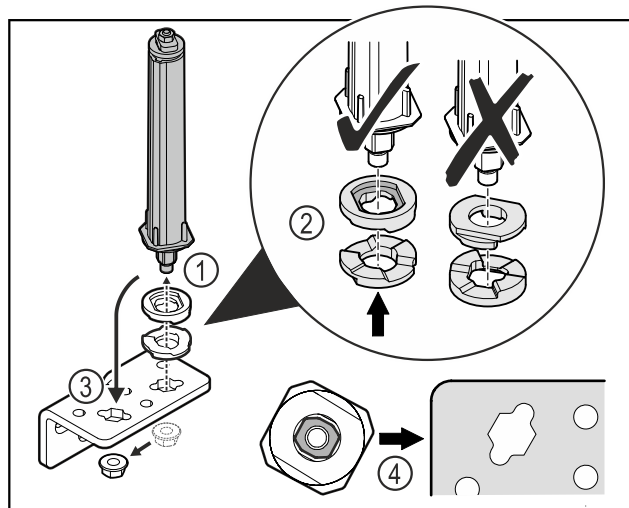

Fig. 30
- Oldja ki az anyát, és távolítsa el az ajtózáro rendszert Fig. 30 (1).
- Ügyeljen a magasságállító alátétek helyes beigazítására Fig. 30 (2).
- Helyezze át az ajtózáro rendszert a zsanéridomban, és rögzítse az anyával Fig. 30 (3).
- Behelyezéskor ügyeljen az ajtózáro rendszer helyes beigazítására Fig. 30 (4).